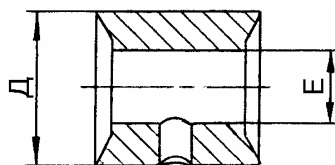

Рис. 43.
16.2.9 Втулка 2108-3512058 толкателя, рис. 43.**Допускается:**